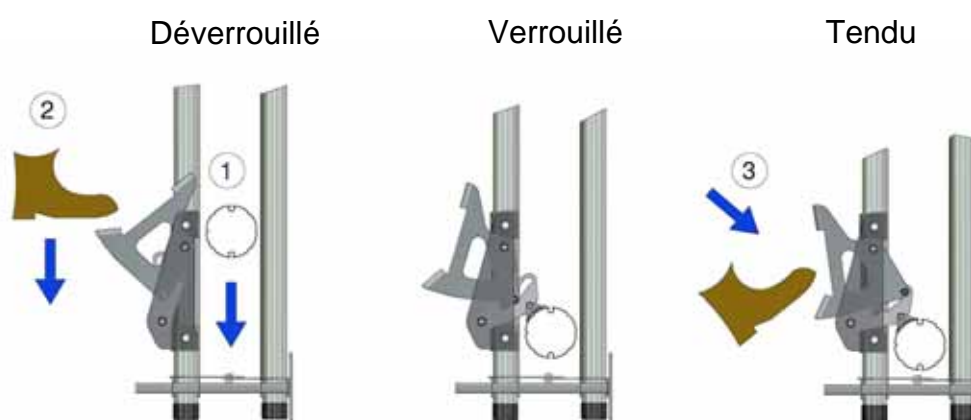

Figure 31 : accrochage du rideau
8.2 Une fois pleinement fermé, il est possible de mettre les loquets en position fermée pour empêcher le tube du bas de se relever. Par grands vents, il convient de tendre le tube du bas en appuyant à fond sur le loquet, Figure 31.